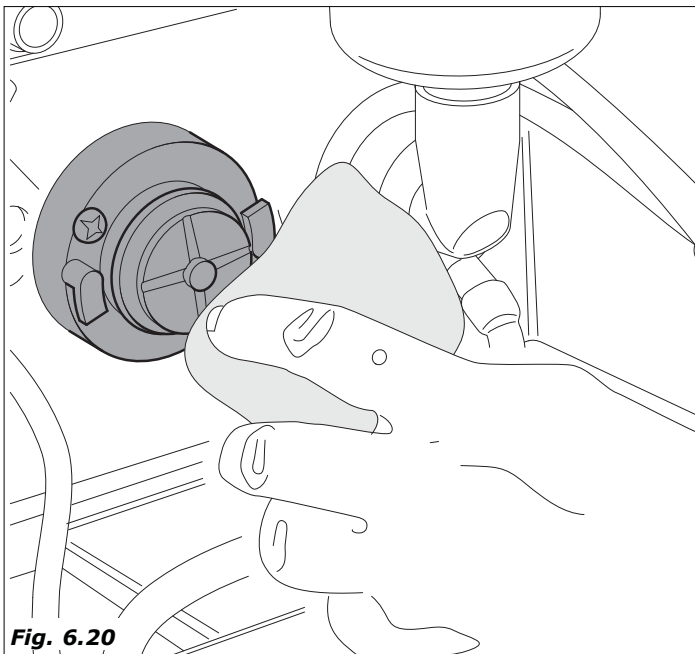

Fig. 6.20
- Avec un chiffon imbibé de la solution débactérisante, nettoyer les embases des mixers (figure 6.20).